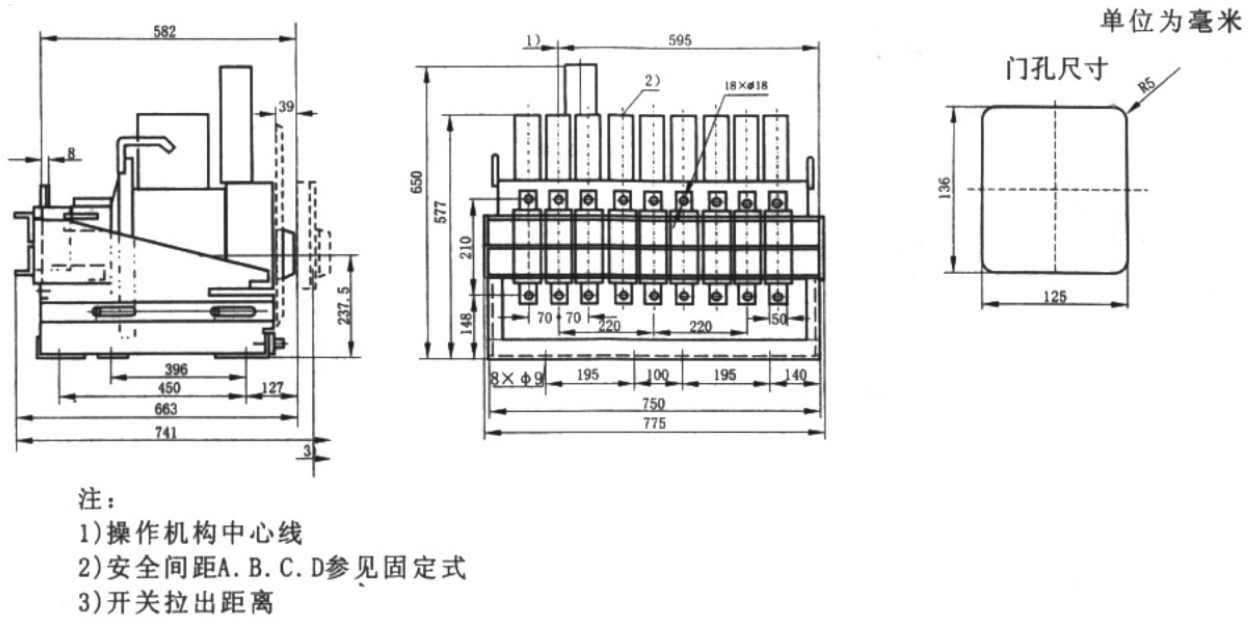

图26 RDW17-3200抽屉式外形及安装尺寸
8.7.8 RDW17-3200抽屉式断路器外形及安装尺寸见图26